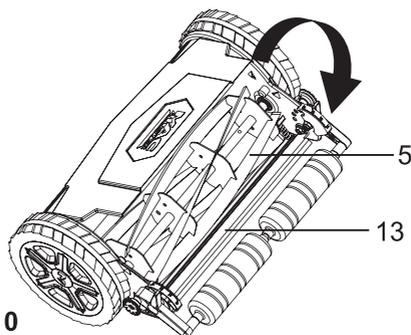

Fig. 10
Между винтовой режущей лопастью и неподвижным ножом всегда должен быть небольшой зазор. Во время транспортировки, переноски и использования может произойти соскальзывание. Производительность скашивания необходимо проверять перед первым использованием, ежегодно и при обнаружении неисправностей. Выполните указанные ниже действия, чтобы проверить текущую производительность скашивания и при необходимости настроить неподвижный нож (13) для оптимальной производительности (Рис. 10).